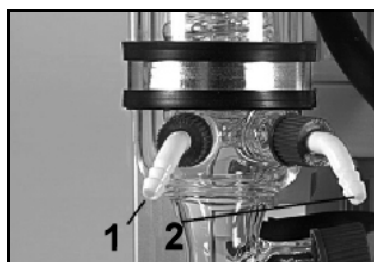

Fig. 16 : Raccordement du système de refroidissement au condenseur d'émission
- i** Les raccords de liquide de refroidissement au condenseur d'émission sont conçus pour des tuyaux d'un diamètre intérieur de 8 mm. Pour l'entrée et la sortie de liquide de refroidissement, voir Fig. 16, page 30.
Pour l'entrée et la sortie de liquide de refroidissement, voir Fig. 16.
- i** Pour l'entrée et la sortie de liquide de refroidissement, voir Fig. 16, page 30.